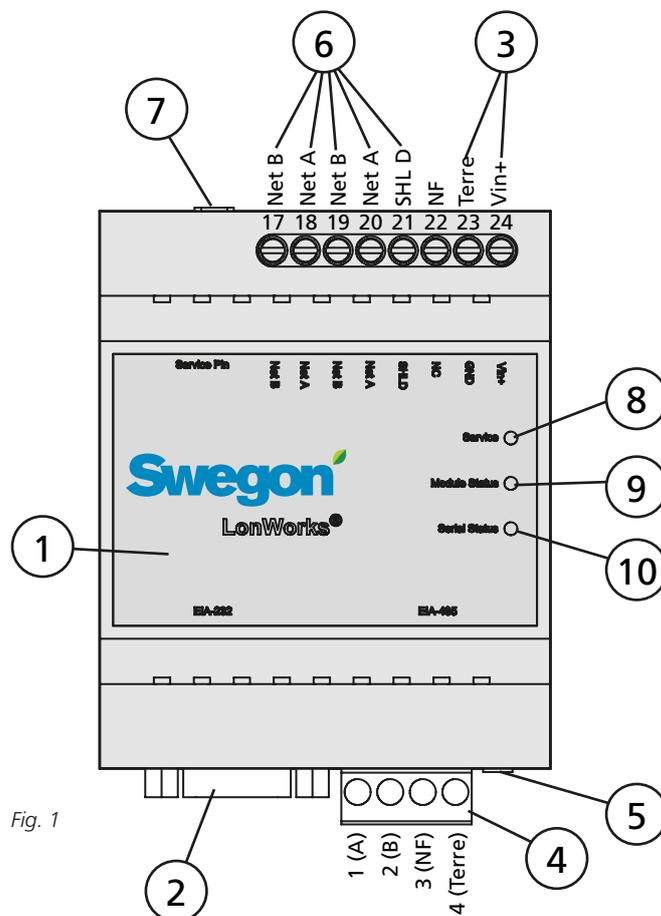
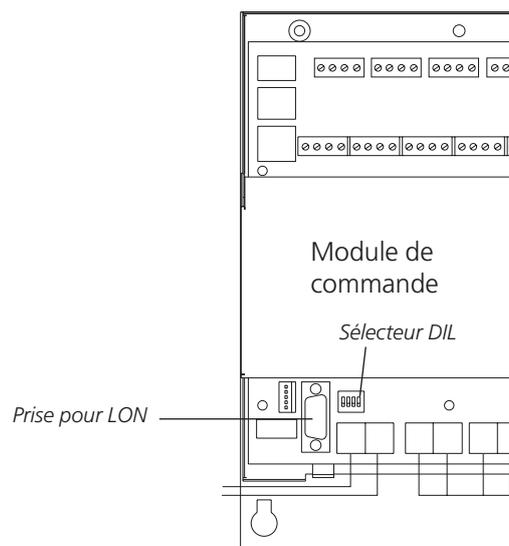
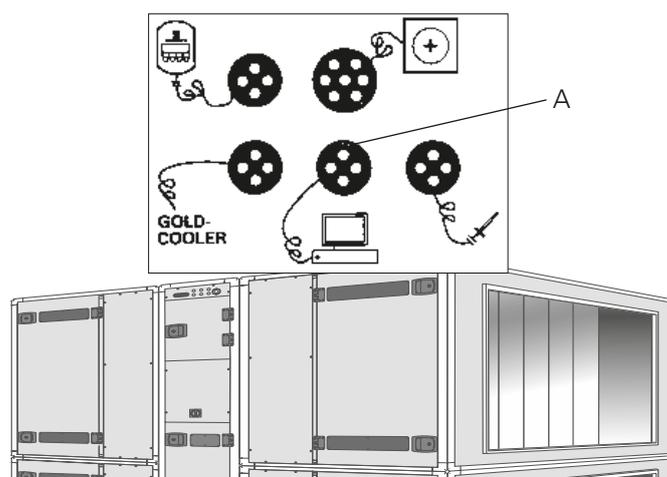

Fig. 1
Fig. 7
Fig. 8
Le sélecteur DIL doit être sur ON (voir Fig. 1, point 5).
Connecter le réseau du module de communication GOLDen GATE (Fig. 1, n° 2) au module de commande de la CTA GOLD (prise LON dans la Fig. 7). Utiliser le câble de communication data fourni.
Le sélecteur DIL n° 4 du module de commande de la CTA GOLD doit être sur ON, et le sélecteur DIL n° 3 sur OFF (voir Fig. 7).
Connecter l'alimentation 24 V CA aux bornes Vin+ (24) et terre (GND - 23). L'alimentation électrique peut provenir du module de commande de la centrale de traitement d'air, voir ci-dessous et la Fig. 8.
Connecter le réseau du module de communication GOLDen GATE au module de commande de la CTA GOLD. Utiliser le câble de communication fourni. Le câble de communication est muni d'un connecteur rapide rond à 4 broches et d'un sous-connecteur D 9 broches. Raccorder le A de la Fig. 8 au n° 2 de la Fig. 1.